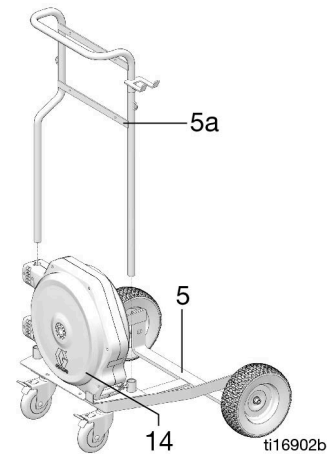

FIG. 30
1. Coloque en posición el carrete de manguera (14) en el bastidor del carro (5) como se muestra en la FIG. 30.
2. Monte el subconjunto de manillar (5a) en el bastidor del carro (a) (FIG. 30).